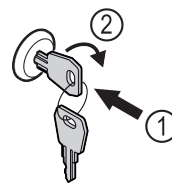

Fig. 162 Зображення для прикладу
- ▶ Вдавити ключ Fig. 162 (1).
- ▶ Повернути ключ на 90° за годинниковою стрілкою Fig. 162 (2).